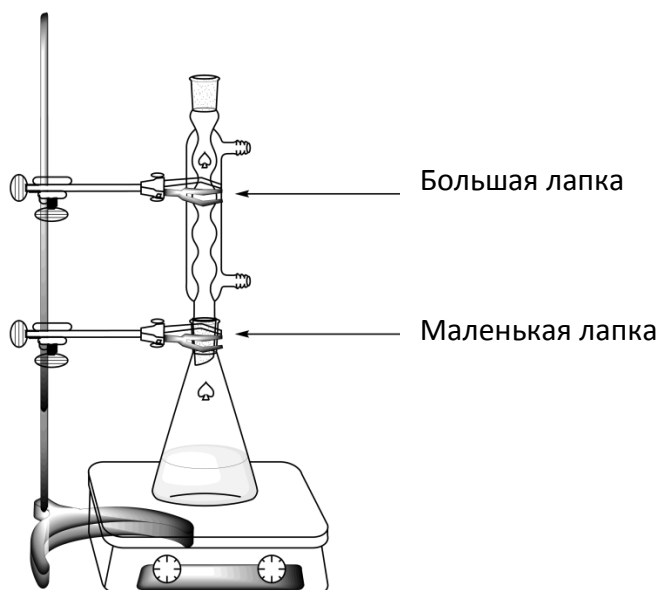

Рисунок 1. Установка для кипячения реакционной смеси с обратным холодильником.
2. **Проведите** перекристаллизацию неочищенного продукта, находящегося в конической колбе со шлифом объемом 50 мл, используя минимально необходимое количество этой водно-этанольной смеси и установку, использованную для синтеза как на рис. 1. **Поднимите** вашу карточку HELP. Лаборант подойдет для того, чтобы включить воду и настроить мешалку. При необходимости, добавляйте водно-этанольную смесь порциями через верх холодильника.